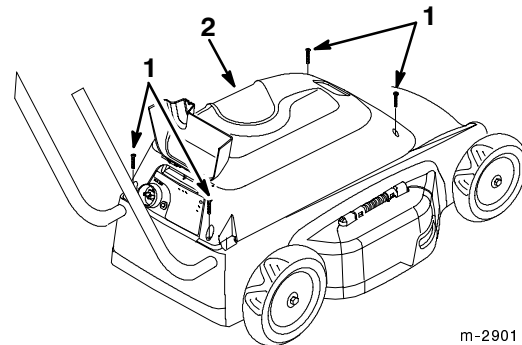

Figure 21
- Retirer le capot (Fig. 21), et enlever les débris qui se trouvent en dessous et autour de la batterie à l'aide d'une brosse, d'un aspirateur ou d'air comprimé.
2. Retirer les quatre vis du capot et déposer le capot (Fig. 21).
- Monter le capot et le fixer à l'aide des quatre vis (Fig. 21).